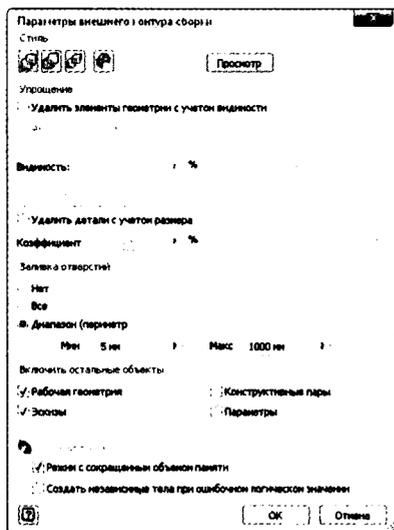

Рис. 14.17. Подстановка может быть создана как одно тело или как многотельная деталь
7. Установите **Одно твердое тело, поглощающее стыки между плоскими гранями** в качестве стиля. Затем нажмите кнопку **Просмотр**. На рис. 14.17 показан результат.